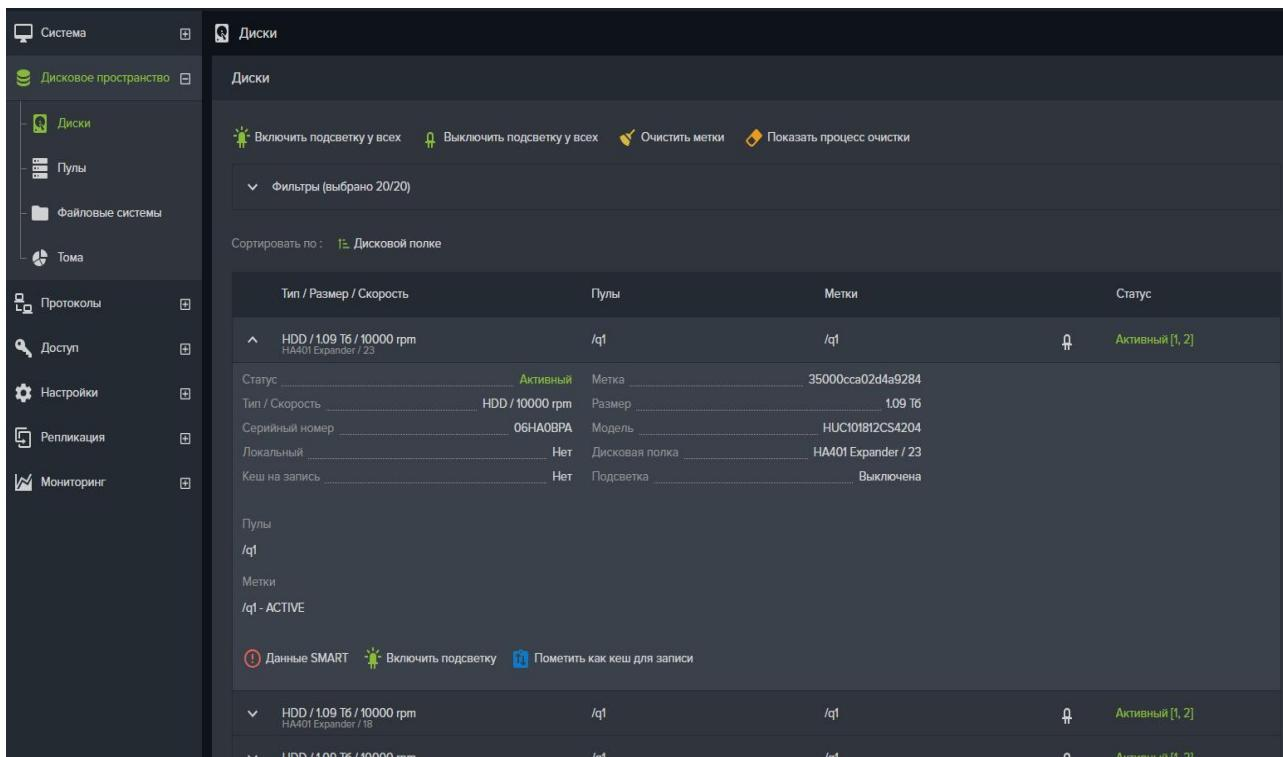

Рисунок 33 – Включение/отключение подсветки в полке
3. Нажмите на кнопку «Включить подсветку» (см. Рисунок 33).